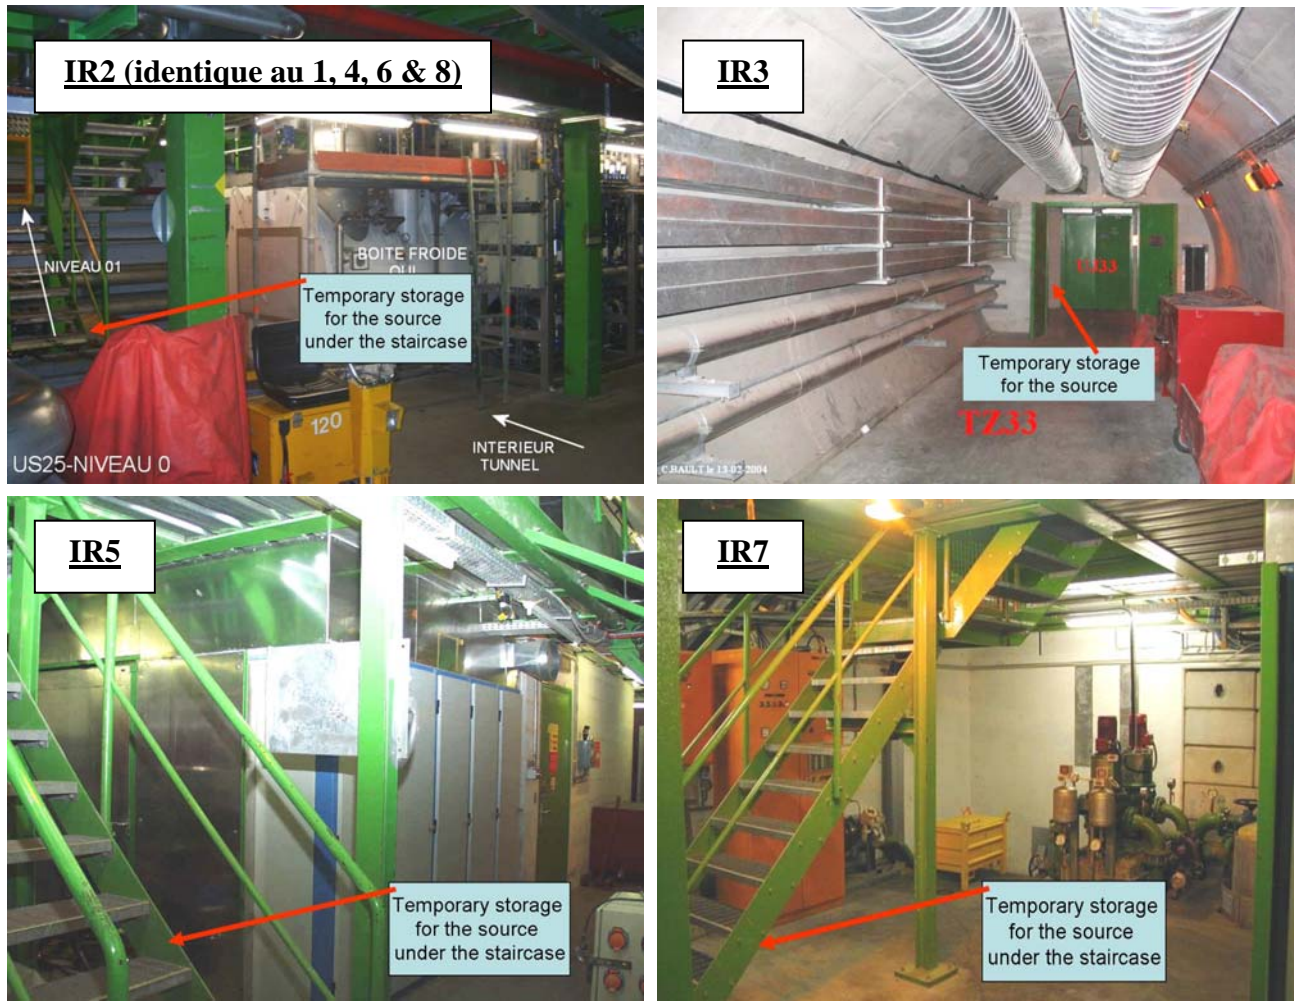

Figure 3 Photos des emplacements de stockage dans le tunnel LHC
- L'irradiateur est ensuite transporté jusqu'à l'une des positions de parking suivantes (cf. photos Figure 3) :